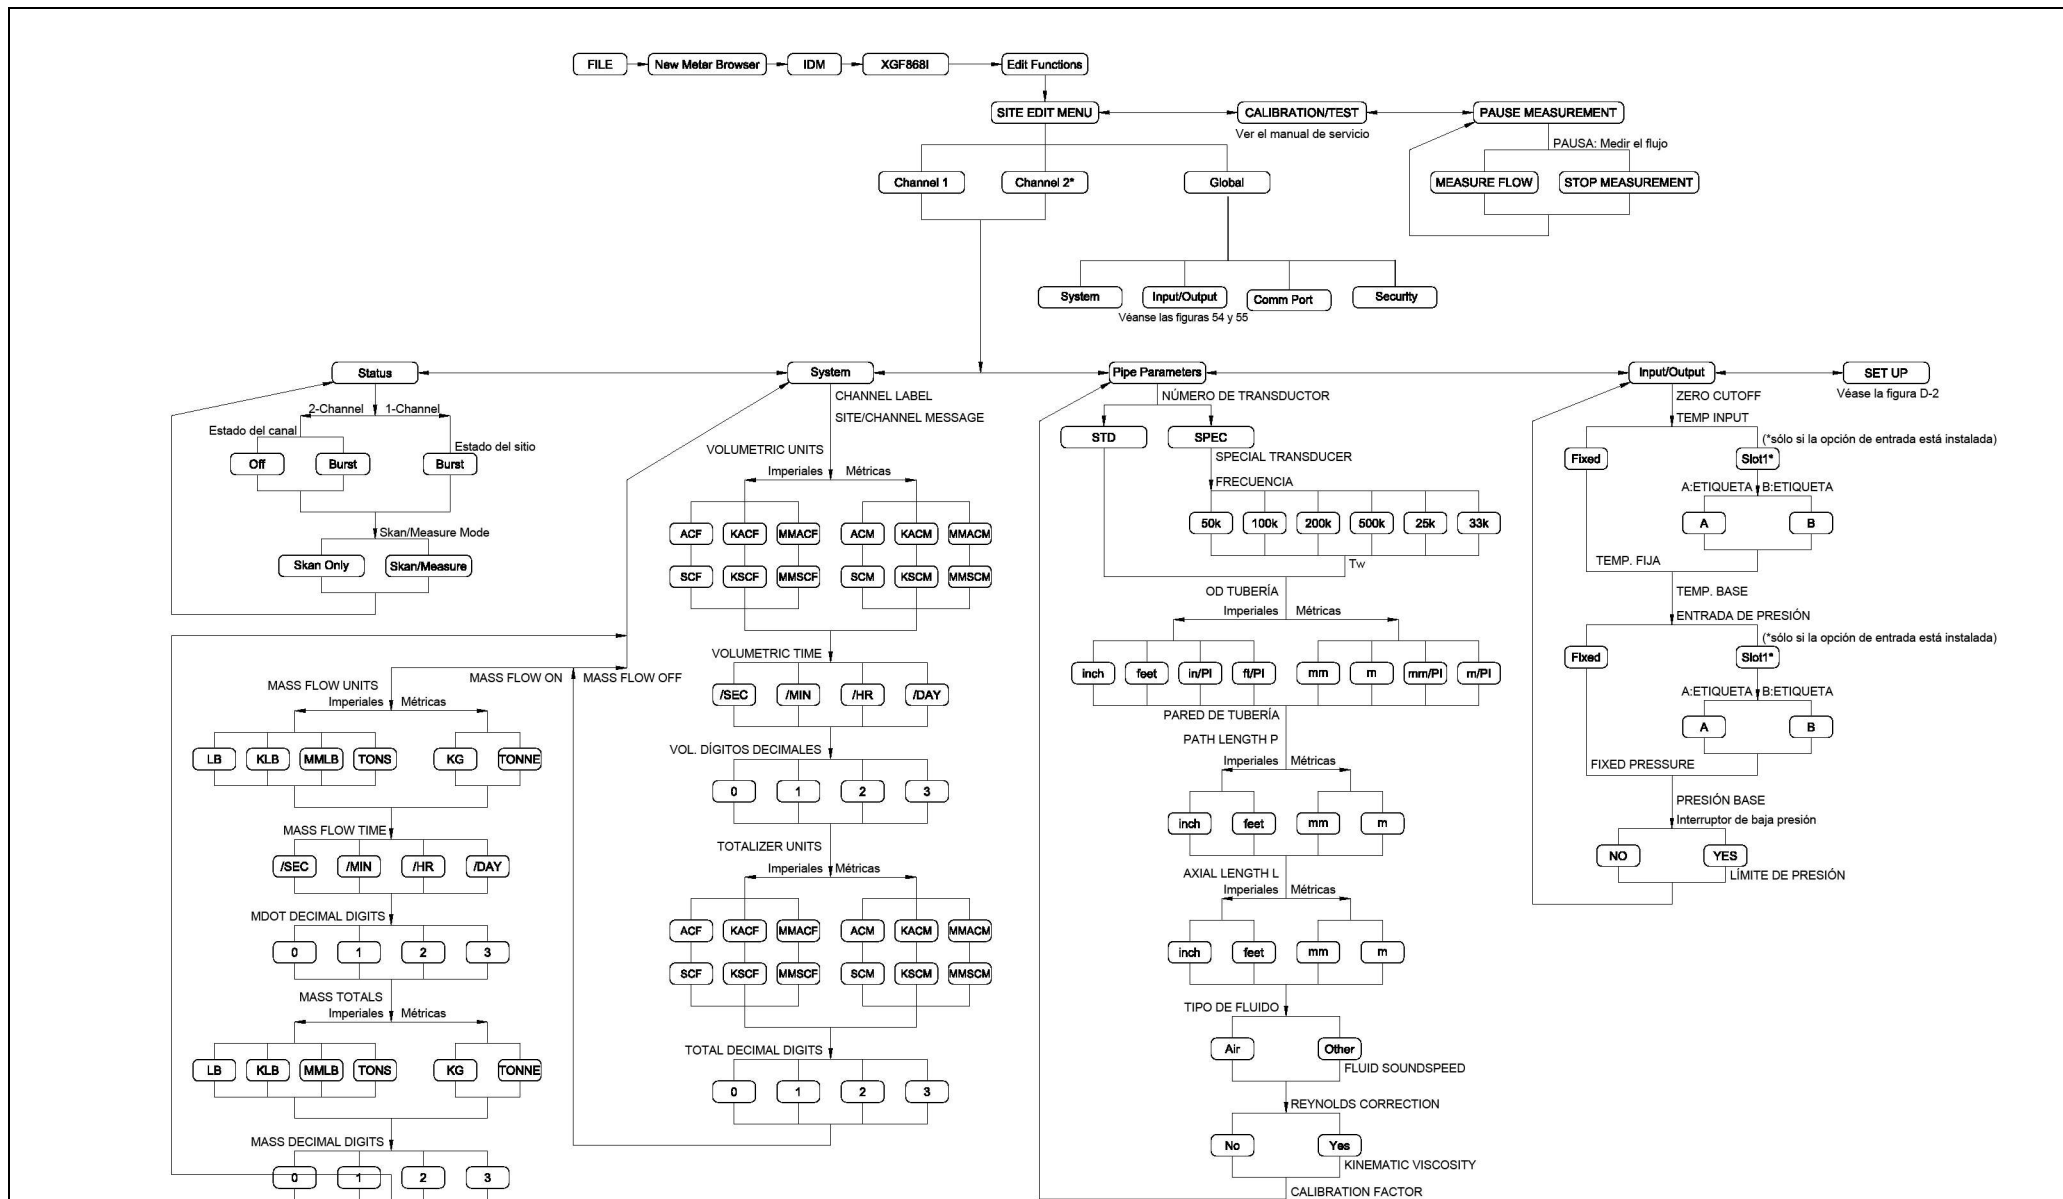

Figura 55: PanaView PROG > CHx > Menús ACTIV, SYSTM, PIPE & I/O
- Figura 55, "PanaView PROG > CHx > Menús ACTIV, SYSTM, PIPE & I/O", en la página 107